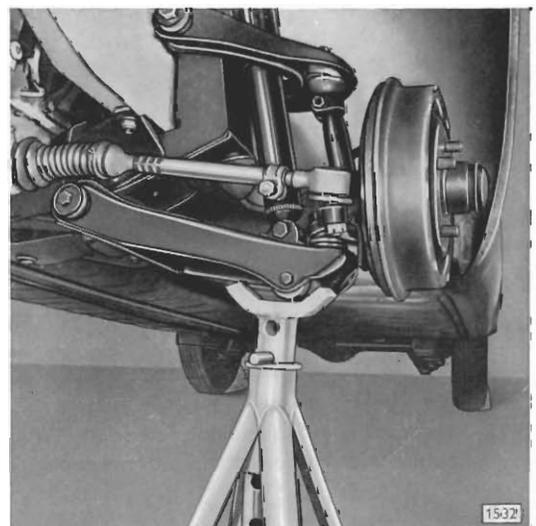

Bild 94 - Wagen unter Achskörper-Federauge abgestützt (Vorderrad auf Einstellseite abgenommen)
- Abstützböcke unter linkem und rechtem Achskörper-Federauge am unteren Lenker untersetzen (Bild 94) und Vorderrad auf der Seite, auf der der Sturz eingestellt werden soll, abnehmen.